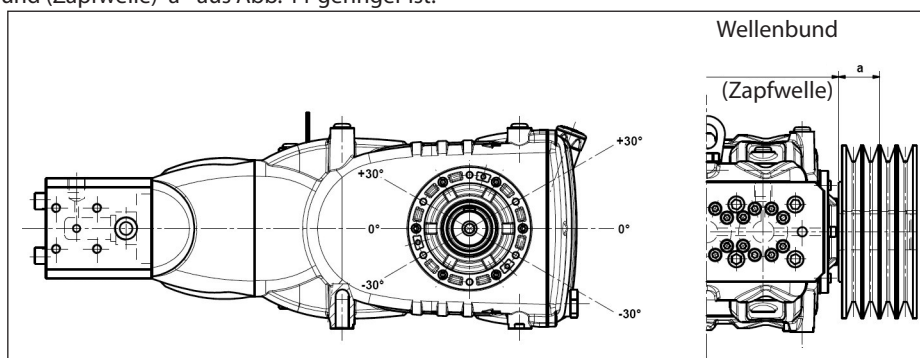

Abb. 11
Die radiale Belastung der Welle darf 7500 N (für die Definition der Anordnung erforderlicher Wert) nicht übersteigen. Der Antrieb gilt als richtig bemessen, wenn die Belastung bei einem maximalen Abstand $a=40$ mm vom Wellenbund (Zapfwelle) angewandt wird, siehe Abb. 11.
- b) Verwenden Sie Hochleistungsriemen - zum Beispiel **XPB** statt **SPB** - da hierbei weniger Riemen bei gleicher Leistungsübertragung benötigt werden und der Abstand zum Wellenbund (Zapfwelle) "a" aus Abb. 11 geringer ist.
- e) Folgen Sie der Spannungsrichtung des Riemen lt. Angaben in Abb. 11. Wenden Sie sich bei anderen Anforderungen an die **technische Abteilung** oder den **Kundendienst**.